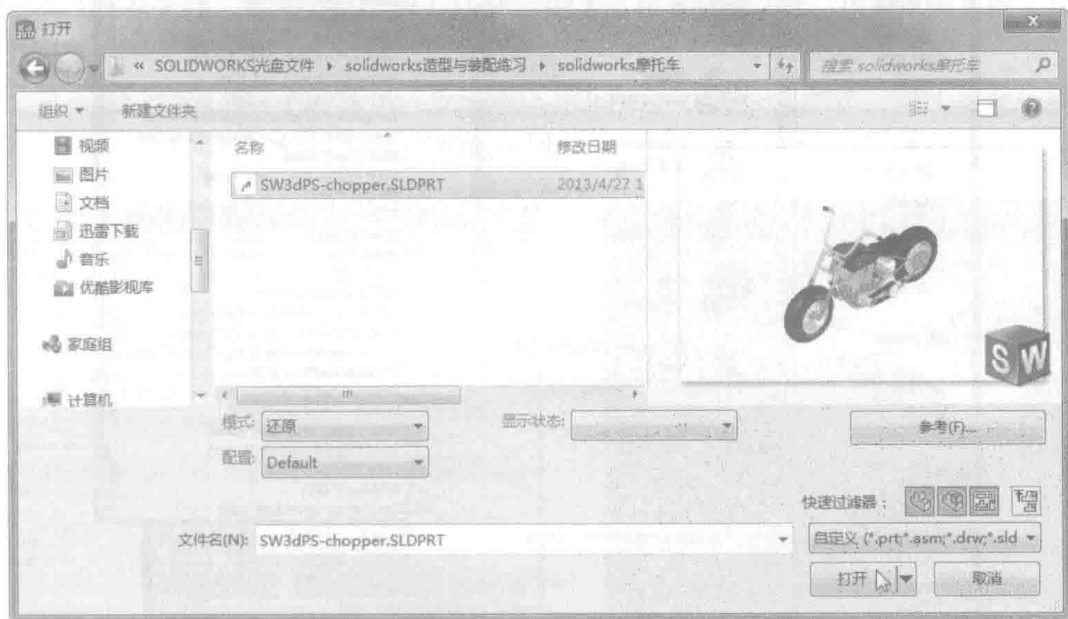

图 1-7 【打开】对话框
- 03 在【标准】工具栏中单击【打开】按钮，弹出【打开】对话框。在对话框中勾选【缩略图】复选框，找到文件所在的文件夹，通过预览功能选择要打开的文件，然后单击【打开】按钮可打开文件，如图 1-7 所示。